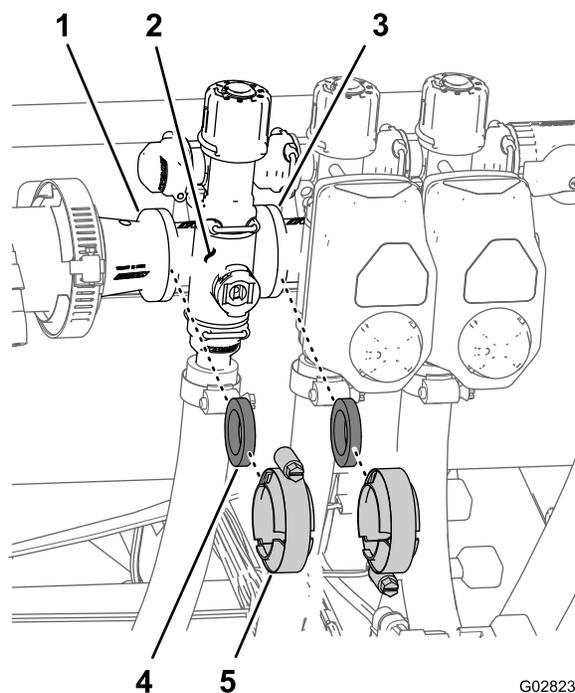

图 74
1. 拆下将喷洒臂段阀歧管 **图 74** 固定至相邻喷洒臂段阀如左喷洒臂段阀和异径管连接头的夹具和垫片。